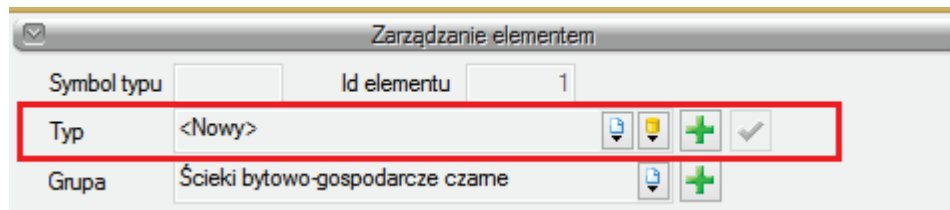
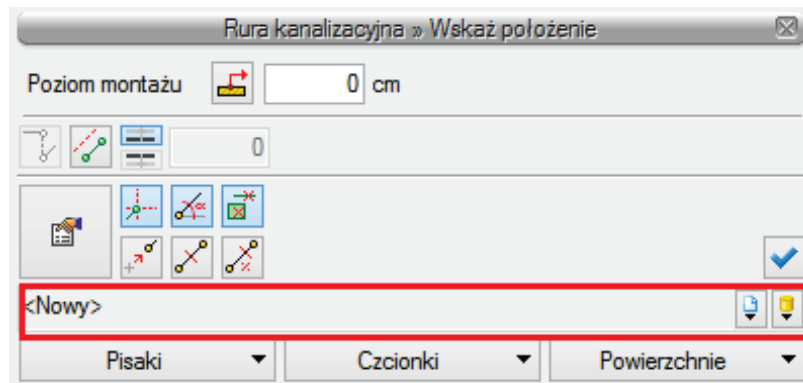

Abb. 21. Stelle zum Einfügen eines Typs aus der Ebene der Elementeigenschaften
Abb. 22. Stelle zum Einfügen eines Typs aus der Ebene des Einfüge- und Modifikationsfensters für ein Element
**Projektbibliothek** ist die Stelle, an der sich alle Elementtypen befinden, die verwendet wurden oder im Projekt verwendet werden können. Sie können einen Typ für ein Element im Fenster mit den Elementeigenschaften (Abb. 21, Abb. 22):